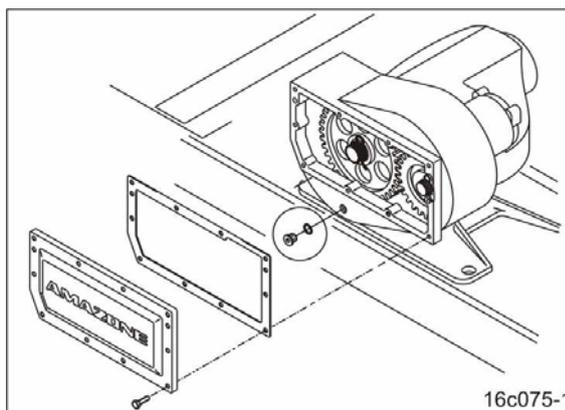

Fig. 157
7. Déposer les ressorts de fixation (Fig. 157/1).